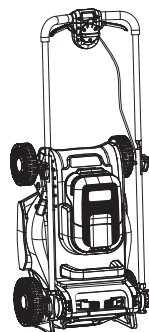

Fig. 24
- Depozitează mașina de tuns iarba în poziție orizontală sau verticală (fig. 24).